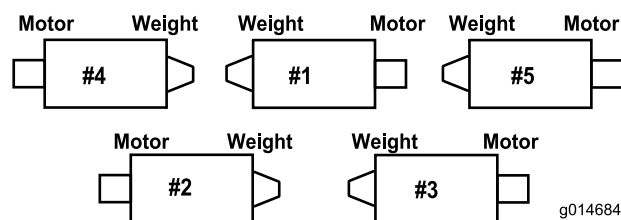

**Figura 6**
- C. Monte o parafuso no tubo da mola no separador oposto na estrutura de suporte e prenda com a porca flangeada. A cabeça do parafuso deve ser colocada no lado de fora do separador conforme ilustrado na Figura 6.
- D. Monte o suporte da barra nos separadores da unidade de corte com os parafusos e porcas da carroçaria (Figura 6).